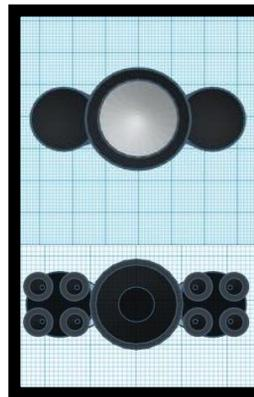

Fig. 2
C'est un logiciel de conception en ligne qui s'appelle Tinkercad après en avoir utilisé plusieurs, c'est vraiment le plus simple d'utilisation. Au départ nous avons fait la fusée avec une hauteur de 20 cm mais après avoir appris que c'était compliqué pour la matière première de l'imprimante, les dimensions ont été diminuées, en hauteur = 11 cm largeur = 2 cm et coté = 5 cm (Fig.2).
4. Verser 15 mL de vinaigre blanc et mélanger (Fig. 2).